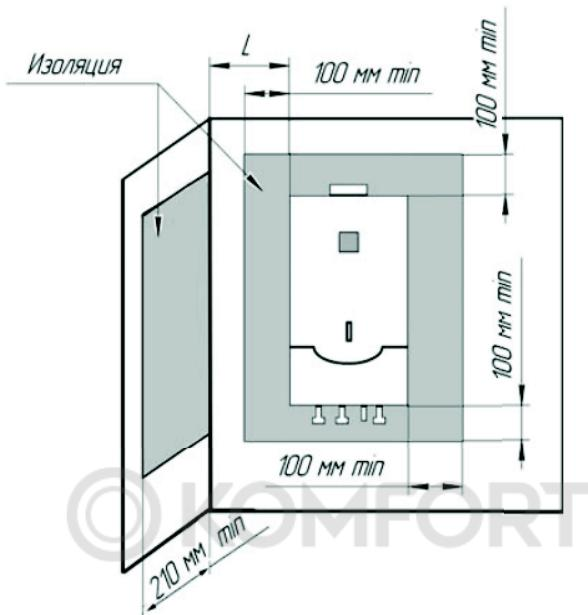

Рис. 3 Установка аппарата на трудносгораемых стенах.
**5.6 Аппарат устанавливается на несгораемую кирпичную, бетонную (с облицовкой керамической плиткой или без неё) стену. Допускается установка аппарата на трудносгораемых стенах при условии изоляции стены оцинкованным листом толщиной 0,8-1 мм по листу базальтового теплоизоляционного картона БТК толщиной 3-5 мм. Изоляция стены должна выступать за габариты корпуса аппарата не менее чем на 100 мм с каждой стороны (см. рис.3), а расстояние от боковых поверхностей аппарата до трудносгораемых стен без применения изоляции должно быть не менее 250 мм. При уменьшении указанного расстояния до 150 мм необходима установка теплоизоляции.**